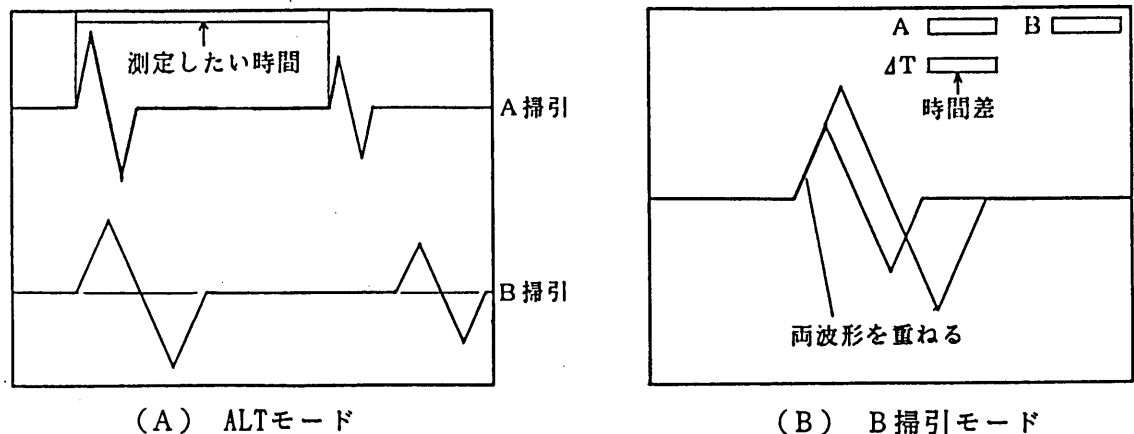

図4-8 遅延掃引による時間差測定
3. CURSOR SW[Ⓣ]を ΔT に合わせます。この時、管面には2ヶ所の輝度変調部分をもったA掃引波形と、2つの遅延B掃引波形が現われます。(図4-8(A)参照)
6. リードアウトコントロール[Ⓤ]を再度調節し、2つの遅延B掃引波形上の時間差を測定しようとする測定点を重ね合わせます。(図4-8(B)参照)